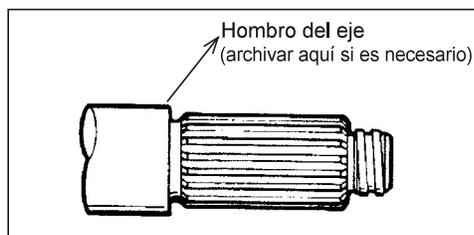

Ilustración 47 - Hombro del eje
3. Si el resalte del eje tiene un borde afilado, elimínelo con una lima para evitar cortar la junta tórica del eje al desmontar el asiento de la junta. Consulte la Ilustración 47.